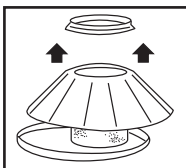

FIGURE 7
15. Pour nettoyer le filtre sec réutilisable, retirez la bague de montage et le filtre du support de couvercle **FIGURE 7**. Secouez l'excédent de saleté et de poussière ou (en fonction de l'état du filtre) rincez à l'eau.